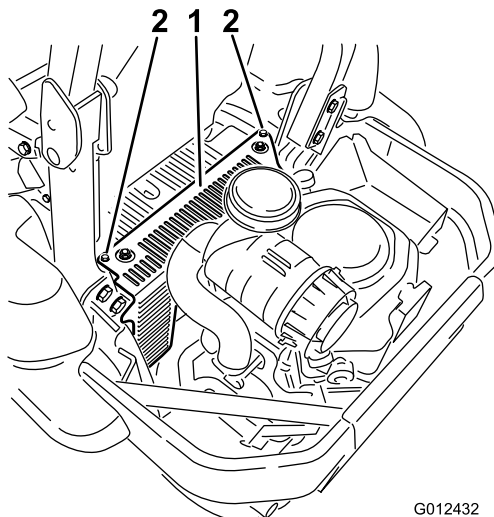

Bild 54
3. Entfernen Sie die zwei Schrauben, mit denen die Haube der Hydraulikanlage befestigt ist (Bild 54). Jetzt ist die vordere Zündkerze zugänglich.
5. Setzen Sie die linke Haube der Hydraulikanlage auf (Bild 54).